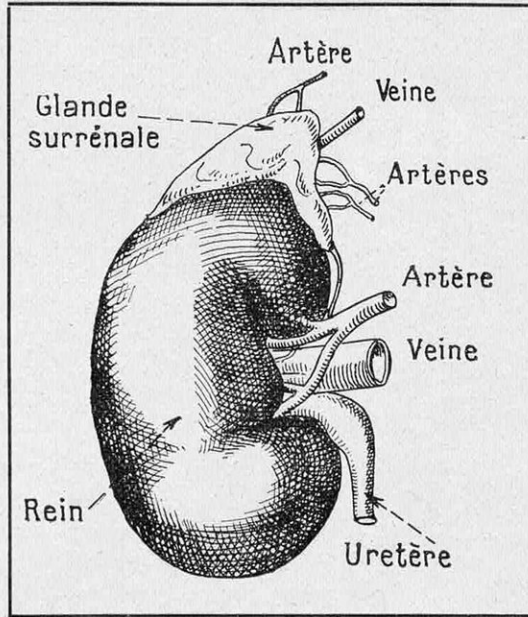

FIG. 4. — LE REIN GAUCHE SURMONTÉ DE SA GLANDE SURRÉNALE
Les deux dessins ci-joints (fig. 4 et 5) montrent : l'un, la surrénale en place, au-dessus de son rein ; l'autre, la coupe de cette glande. Dans ce dernier schéma, nous apercevons deux zones de tissu : la « corticale », couche extérieure de la masse glandulaire, et la « médullaire », couche intérieure. Celle-ci entoure le *hile*, sinus spécial contenant les *vaisseaux sanguins* qui apportent à la glande le sang, matière première, et remportent les hormones fabriquées. Le *hile* contient également le *nerf* qui relie la glande au système « neuro-végétatif », généralement appelé « sympathique » (2).